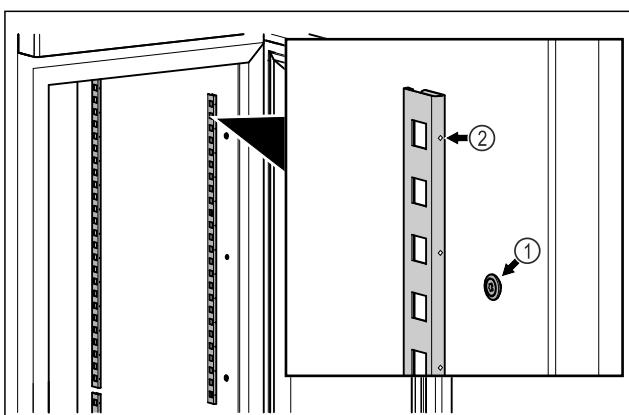

Fig. 48 例图
- ▶ 让止动条挂在悬挂装置 Fig. 48 (1) 上。标记 Fig. 48 (2) 必须指向前方。